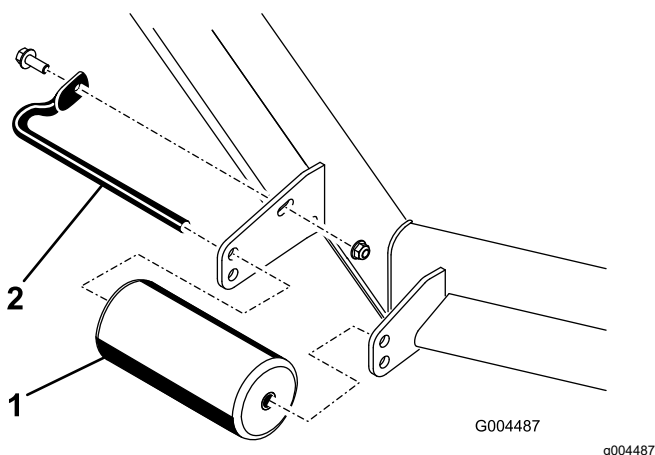

Рисунок 12
4. Снимите крепежные детали всех валиков на газонокосилке и переставьте валики в требуемом направлении, вверх или вниз (Рисунок 12).